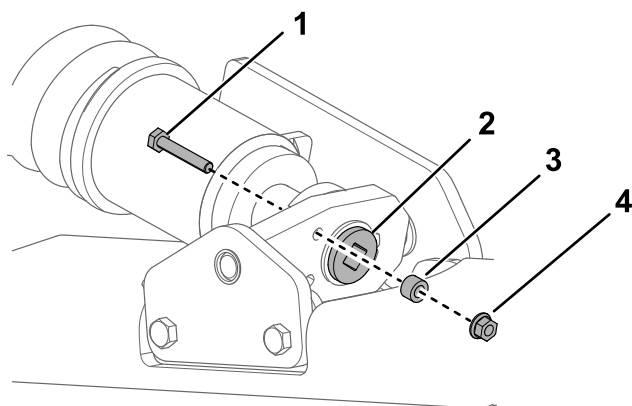

Figure 57
4. Enlevez le boulon de blocage, l'entretoise et l'écrou (Figure 57).
6. Alignez l'encoche la plus proche dans la vis de tension et le trou du boulon de blocage, et fixez la vis avec le boulon et l'écrou de blocage (Figure 57).
7. Enlevez le boulon de blocage, l'entretoise et l'écrou (Figure 57).
détendre la transmission (Figure 57 et Figure 61).